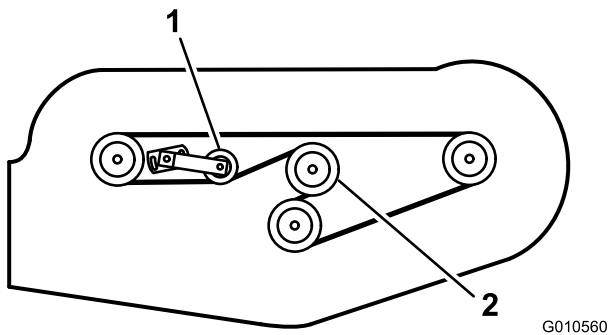

図 29
6. 新しいベルトをギアボックスの周囲からスピンドルプーリ、固定アイドルプーリ、可動 (調整可能) プーリへと回し掛ける (図 29)。